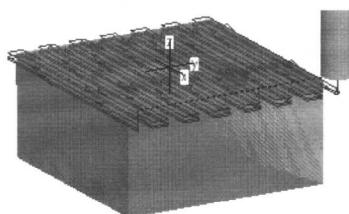
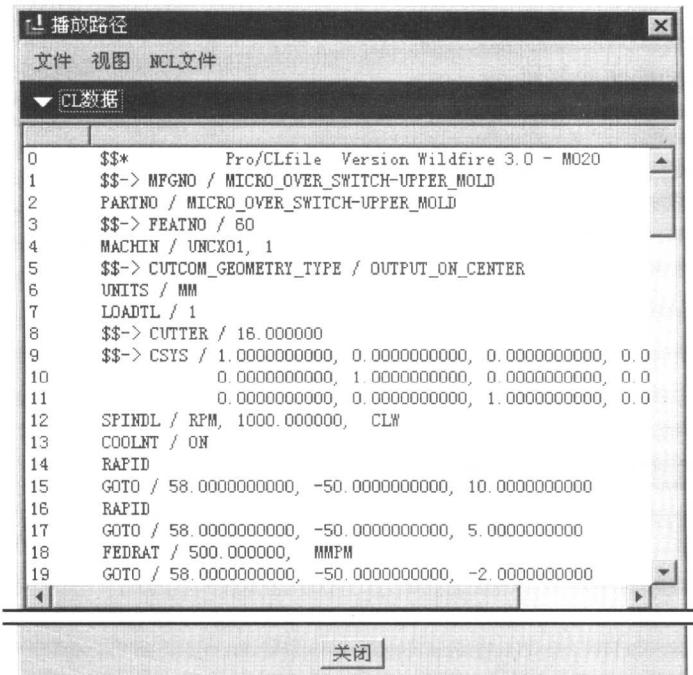

图 1.1.15 刀具行走路线
图 1.1.16 查看 CL 数据
Step3. 单击“播放路径”对话框中的 $\square \square$  按钮，可以观察刀具的行走路线，如图 1.1.15 所示。单击 $\square$  CL数据 栏可以查看生成的 CL 数据，如图 1.1.16 所示。